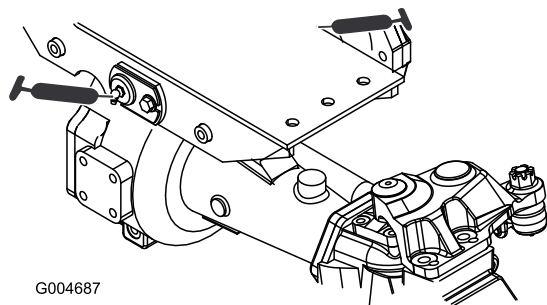

Рисунок 65
- Втулки шарниров переднего и заднего моста (2 шт.) (Рисунок 65)